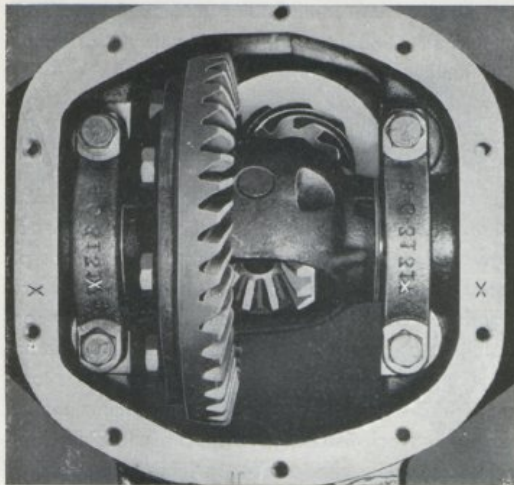

Bild 11. Sammärkning av överfall och hus.
6. Kontrollera sammärkningen av överfall (2) och hus (21), se bild 11. Saknas märkning eller är den otydlig märkes ena sidan med körslag. Tag bort överfallen.